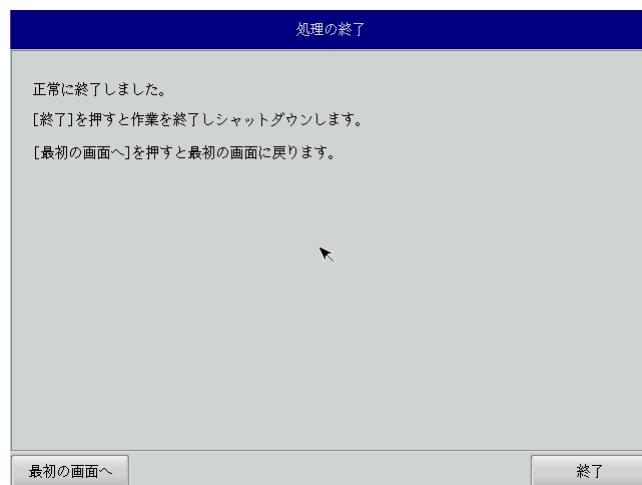

図6-2-5. 終了画面
- ⑨ 終了画面（図6-2-5）が表示されると工場出荷イメージの書き込みは完了です。[終了]ボタンを押して電源を落とし、DVDドライブを外します。